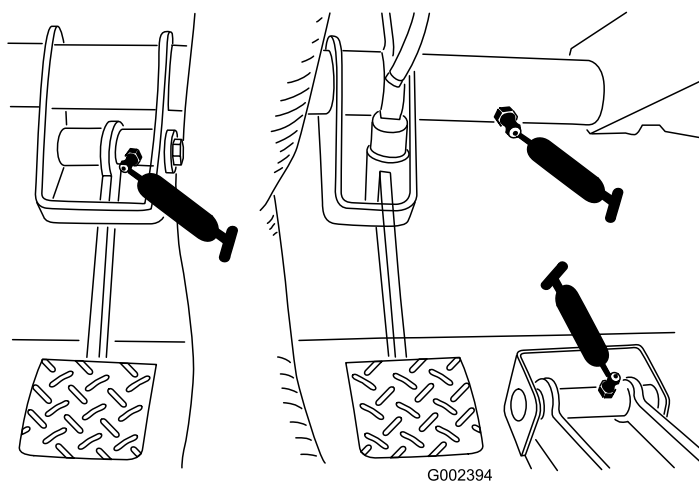

Figura 37
- Embrague (1), acelerador (1), freno (1), según se muestra en Figura 37